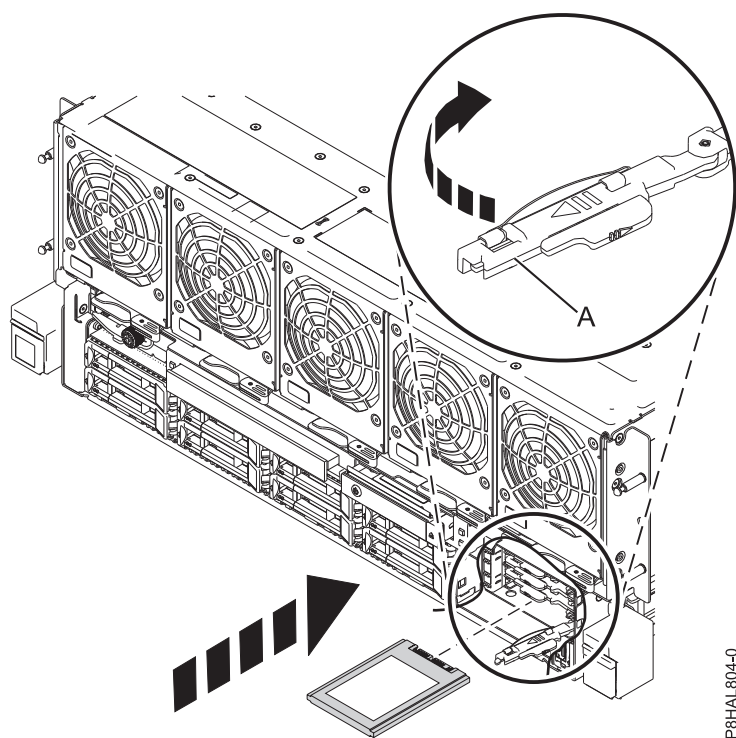

図 20. ソリッド・ステート・ドライブの再取り付け
- c. 18 ページの図 20 に示す方向にハンドル **(A)** を回転させて、ドライブをロックします。